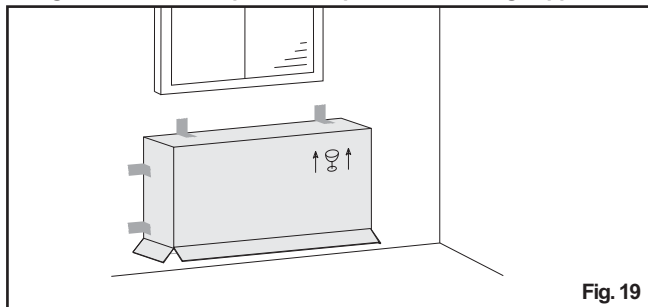

Fig. 19
**Proteggere l'apparecchio con un cartone nel caso in cui le opere murarie dell'edificio debbano ancora terminare (Fig. 19). Ricordarsi di togliere il cartone di protezione prima di avviare gli apparecchi.**